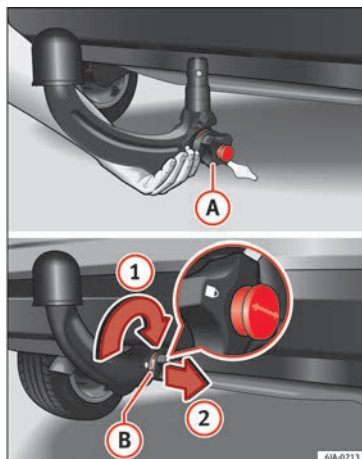

Fig. 197 Colocación de la barra de cabeza esférica/cierre de la cerradura y extracción de la llave.
- Sujete la barra de cabeza esférica desde abajo » fig. 197 e introdúzcala en el casquillo de sujeción hasta hacer tope y oír que encastra » ⚠.